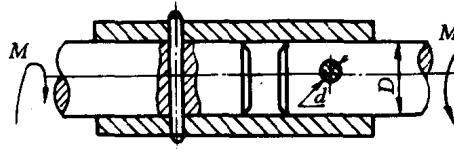

图 1-11
11. 一套筒联轴节用圆柱销如图 1-11 所示, 两轴直径  $D=25$  (mm), 需传递的最大力矩  $M=150$  ( $N \cdot m$ )。若圆柱销材料为 A2, 其剪切强度极限  $\tau_b=360$  (MPa), 试确定圆柱销直径。